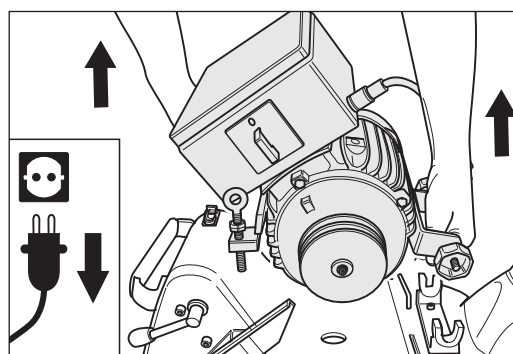

Abb. 46 Den Motor vom Maschinengehäuse abnehmen.
- 9 Nehmen Sie den Motor vom Maschinengehäuse ab (Abb. 46) und sichern Sie ihn beim Transport gegen Verrutschen und Beschädigungen!